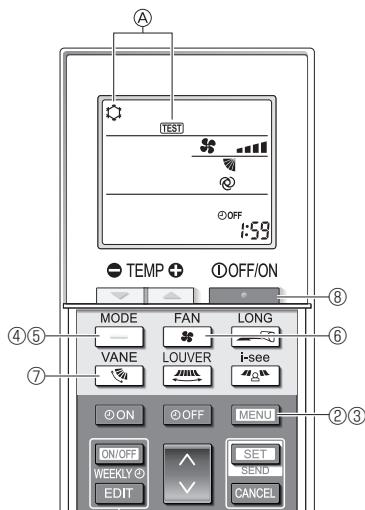

Fig. 7-10
- ③ Appuyez sur la touche **[TEST]**.
- La mention **Ⓐ [TEST]** et le mode de fonctionnement en cours sont affichés. (Fig. 7-10)
- ④ Appuyez sur la touche **[ ]** pour activer le mode refroidissement, puis vérifiez que de l'air froid est soufflé par l'appareil.
- ⑤ Appuyez sur la touche **[ ]** pour activer le mode chauffage, puis vérifiez que de l'air chaud est soufflé par l'appareil.
- ⑥ Appuyez sur la touche **[ ]** et vérifiez que la vitesse du ventilateur change.
- ⑦ Appuyez sur la touche **[ ]** et vérifiez que l'ailette automatique fonctionne correctement.
- ⑧ Appuyez sur la touche **[ ]** pour terminer l'essai de fonctionnement.